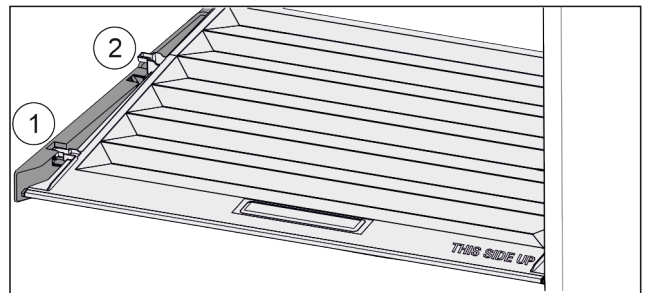

Fig. 150
- ▶ Deksel tot de opening in de vasthoudelen naar voren trekken Fig. 150 (1).
- ▶ Aan de achterkant vanaf de onderkant omhoog tillen en vanaf de bovenkant verwijderen Fig. 150 (2).